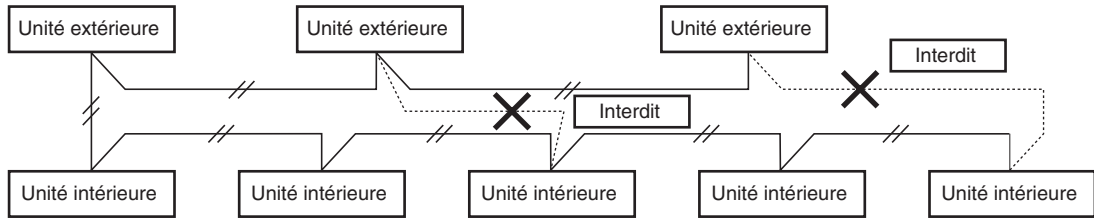

Fig. 4-3
- (2) Ne pas installer le câble de commande entre unités de manière à former une boucle. (Fig. 4-3)